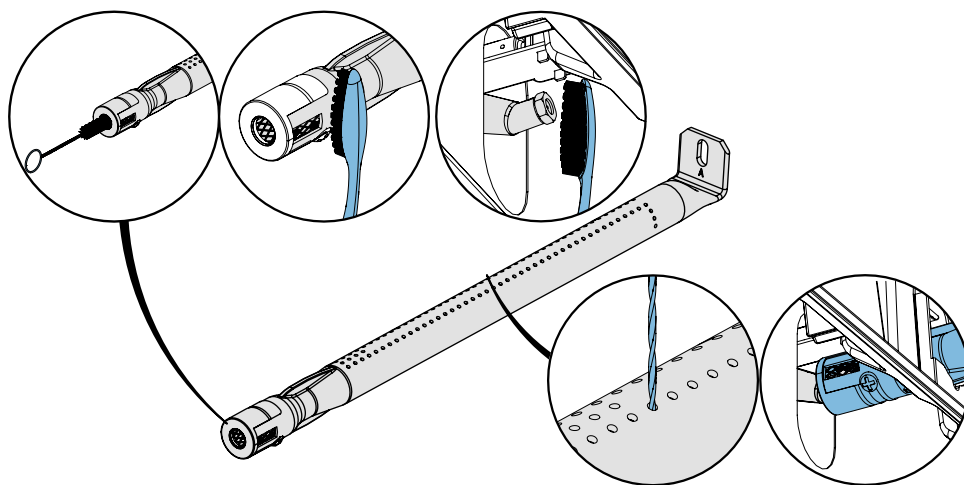

Abb. 9
1. Entfernen Sie die Schraube(n), die den Brenner an der Rückwand des Grills befestigt. Schieben Sie den Brenner nach hinten und oben, um ihn zu entfernen. (**Abb. 9**)